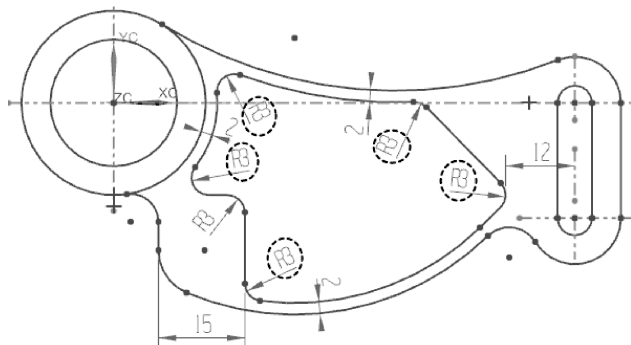

图 2-87 创建内部轮廓的圆角
- 单击【圆角】按钮, 创建内部轮廓中相同半径 (R3) 的圆角, 如图 2-87 所示。